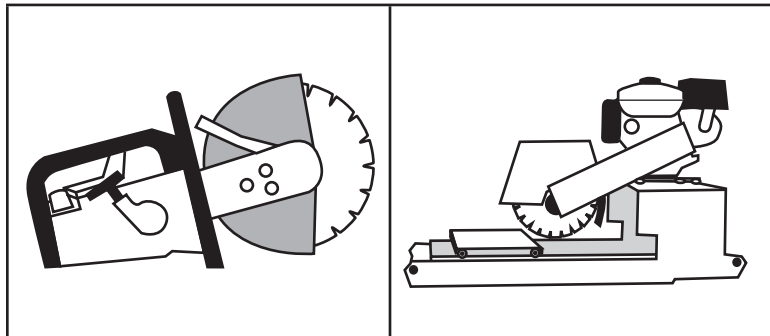

Figura 24. Sierra manual
- **Sierras manuales** (Con hoja de diamante u hoja abrasiva) (Figura 24). Son muy rápidas, brindan precisión en el corte y excelente movilidad. Sin embargo, generan mucho polvo. Funcionan generalmente a gasolina, con motores similares a los utilizados en las sierras de cadena.